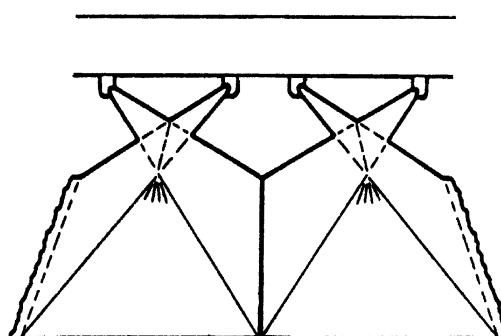

Fig. 23
- Checking the orientation: Check that the atomisation of the nozzles is as shown in figure 23. If not, orient the nozzles as shown in the figure 23.
- Vérification de l'orientation: vérifier que la pulvérisation des tuyères est du type montré sur la figure 23. Si ce n'est pas le cas, il faut orienter les tuyères comme cela est indiqué sur la figure 23.